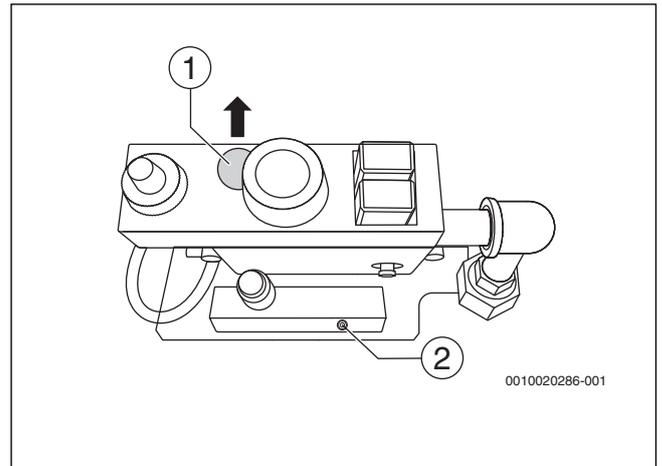

Bild 26 Kleinlastdüse eindrehen
- ▶ Kleinlastdüse (unter Kappe)(→ Bild 26, [1]) austauschen und bis zum Anschlag nach rechts eindrehen.